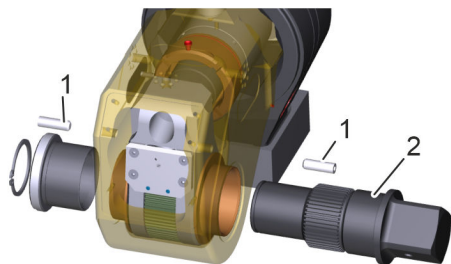
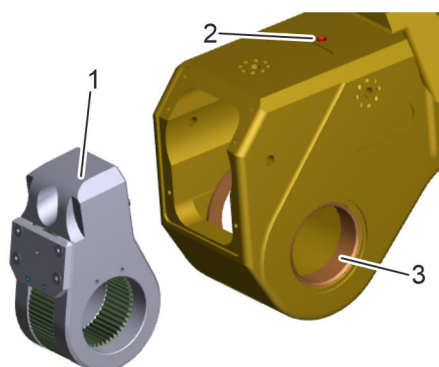
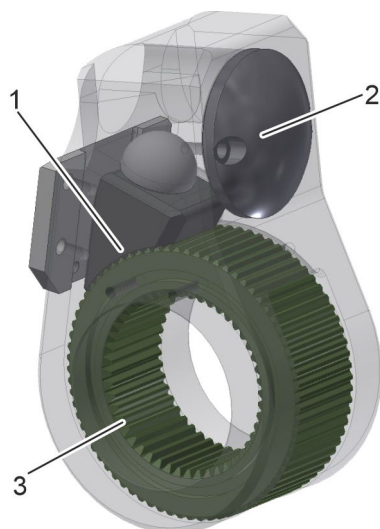

Fig. 39 : carré d'entraînement (LT)
Fig. 40 : levier à cliquet (LT)
Fig. 41 : levier à cliquet (LT)
2. ➔ Démontez l'adaptateur carré (Fig. 39 /2) (☞ « *Changement d'adaptateur carré* » à la page 39) et dévissez les vis sans tête (Fig. 39 /1).
3. ➔ Retirez le levier à cliquet (Fig. 40 /1).
4. ➔ Lubrifiez la jonction entre le levier à cliquet (tête sphérique) et le piston (cavité sphérique). Pour cela, faire tomber quelques gouttes de lubrifiant dans la cavité sphérique au niveau du point de graissage (Fig. 40 /2) avec une pompe à graisse.
5. ➔ Nettoyer et lubrifier les dentures du segment d'entraînement (Fig. 41 /1) et de la douille cannelée (Fig. 41 /3).
Introduire le levier à cliquet lubrifié (Fig. 41) dans le boîtier et le fixer avec l'adaptateur carré (Fig. 39) et la douille intermédiaire (Fig. 40 /3).